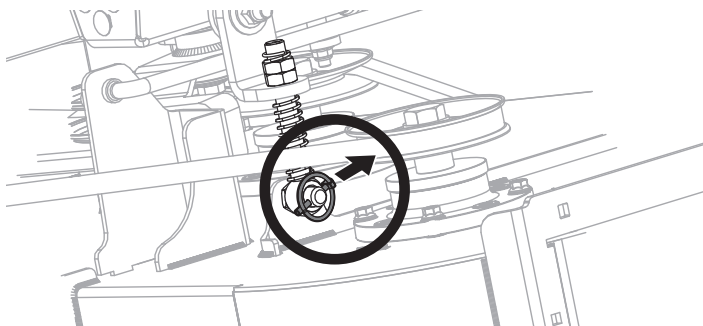

Fig. 43
- Retire el pasador de seguridad de la articulación de elevación de la plataforma trasera derecha (Fig. 43).